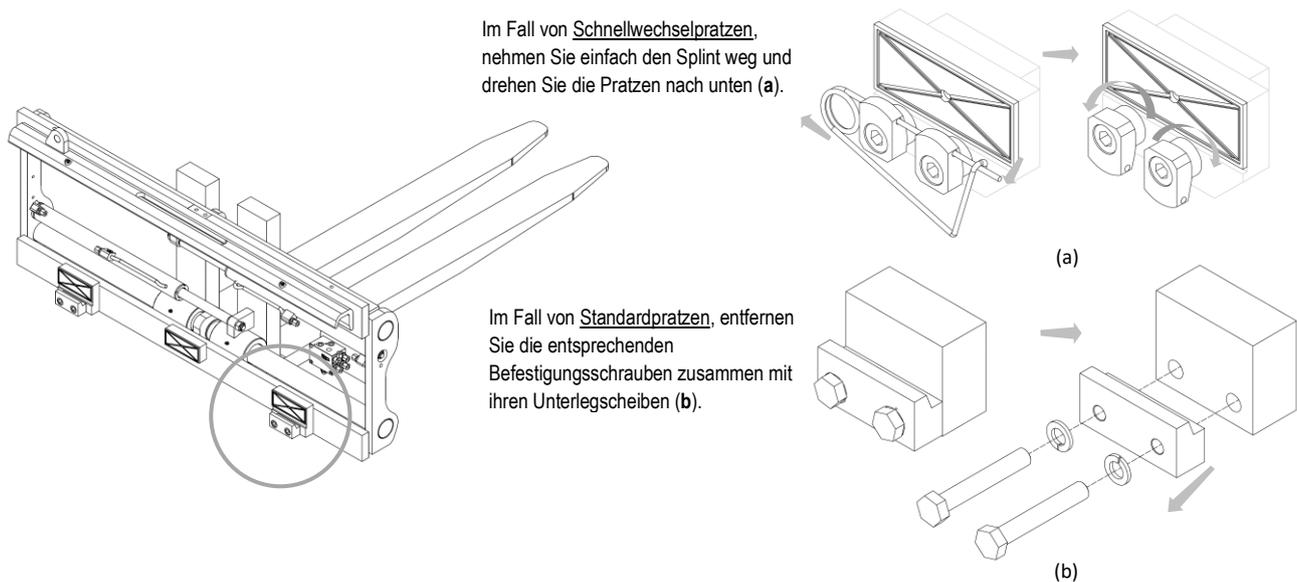

Abbildung 2
5. Entfernen Sie die unteren Haken vom Anbaugerät (siehe *Abbildung 2*).